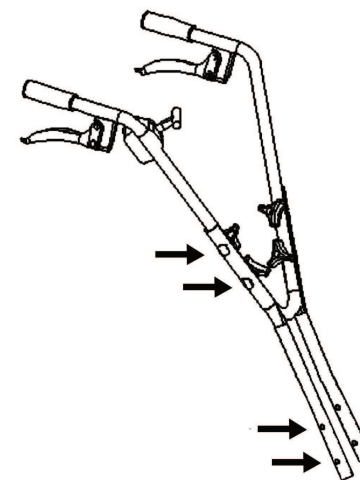

рис. 2
вание культиватора и зафиксируйте винтами как показано на рис. 2.
6.3 Установите верхнюю часть рулевого управления (рис. 1 поз. 1) на нижнюю часть и зафиксируйте винтами как показано на рис. 2
8.2.3 Рекомендуется проверить величину межэлектродного зазора, которая должна быть около 0.7...0.8 мм (рис.2). При существенном отличии измеренной величины зазора указанным требованиям, заменить свечу.